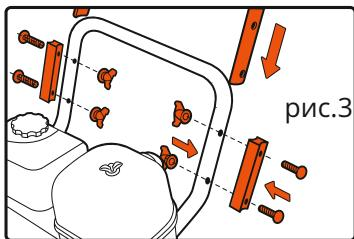
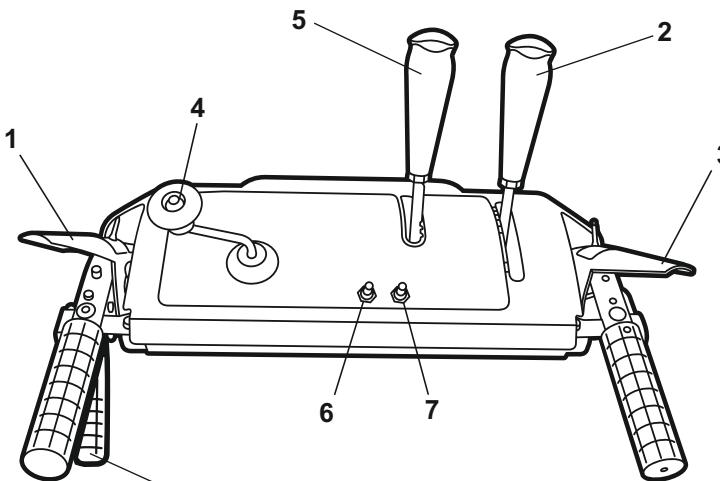

рис.3
рис.1,4
1) Установите желоб **Г** (рис. 1) в отверстие **Б** на снегоуборщике (рис.2).
Убедитесь, что штанга **В** (рис.1) вставлена в кронштейн **А** (рис.2).
3) Закрепите штангу **В** (рис. 1) на кронштейн **А** (рис. 2) двумя болтами и гайками.
4) Вставьте конец рукоятки поворота желоба **А** (рис. 3) в отверстие в панели оператора, затем зафиксируйте другой конец **Б** (рис. 3) с кронштейном **А** (рис. 1) на желобе. И закрепить их болтами.
- Выкрутите по 2 болта из верхней части нижней рукоятки с каждой стороны (рис. 3)
Перед началом работы внимательно изучите устройство всех рычагов и элементов. Описание основных элементов панели управления (рис. 1)
Для лёгкого изменения направления движения снегоуборщика во время работы используйте рычаг (рис.1 стр.29) управления дифференциалом. Нажатие рычага блокирует правую гусеницу/колесо, позволяя левой гусенице/колесу продолжать движение, тем самым облегчая разворот снегоуборщика влево или вправо.
## ЗАПУСК ДВИГАТЕЛЯ (см. рис. 1,2 и 1,3 стр.15-16)
- Откройте кран подачи топлива (рис. 1,3 поз. 5) поворотом вправо.
- Установите рычаг регулировки оборотов двигателя (рис. 1,2 поз. 3) в центральное положение.
- Установите выключатель (рис.1,3 поз. 6) в положение «ON» (модель STORM КТА60-С) или вставьте ключ зажигания (есть на всех моделях).
- Передвиньте воздушную заслонку (рис. 1,3 поз. 4) в положение «SHOCKE» на холодном двигателе.
При запуске прогретого двигателя вы можете оставить рычаг воздушной заслонки (Рис. 1,3 поз. 4) в открытой позиции. Положение «RUN».
- Запустите двигатель, используя ручной стартер (Рис. 1,3 поз. 7).
- Медленно передвиньте рычаг управления оборотами (рис. 1,3 поз. 3) вправо для увеличения оборотов.
- Передвиньте рычаг воздушной заслонки (рис.1,3 поз. 4) после 1 минуты работы двигателя при температуре ниже 5 градусов цельсия или после 30 секунд при температуре выше 5 градусов цельсия в положение «RUN».
- Закройте топливный кран (рис. 1,3 поз. 5)
- Поверните желоб для выброса снега в требуемое направление, в сторону от посторонних лиц и/или строений используя рычаг поворота желоба (рис. 1,4 поз. 4). Убедитесь в отсутствии посторонних лиц или препятствий перед снегоуборщиком.
- Нажмите правый рычаг управления (рис. 1,4 поз. 3) вниз для начала движения снегоуборщик начнет движение. Отпустите его и движение будет остановлено.